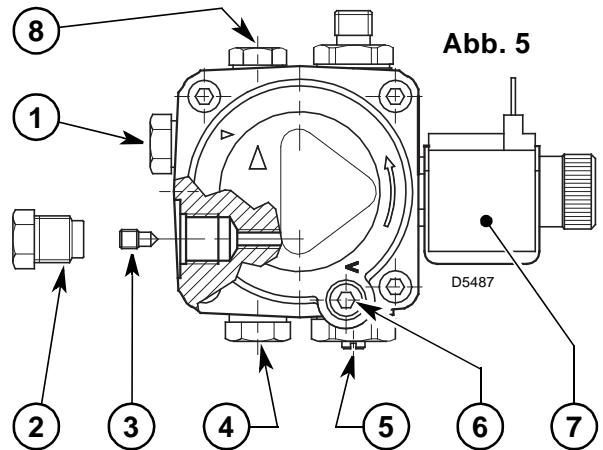
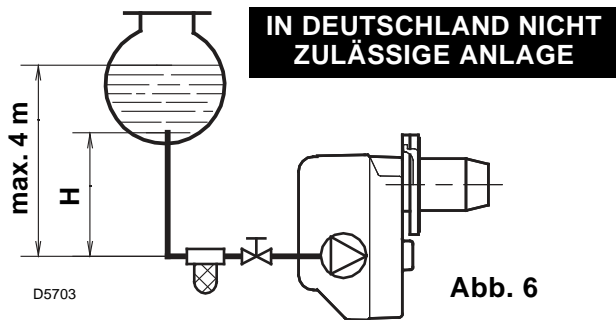

Abb. 5
Abb. 6
- Die Pumpe ist werksseitig für den Zweirohr-Betrieb eingerichtet. Wird ein Pumpen-Einrohrbetrieb für notwendig erachtet, so ist der Rücklauf-Schlauchleitungsstopfen (2) zu lösen und die By-Pass Schraube (3) zu entfernen. Danach ist der Rücklauf-Schlauchleitungsstopfen wieder einzuschrauben. (Siehe Abb. 5).
Bei der in Abb. 6 dargestellten Anlage ist es ausreichend, wenn man den Vakuummeteranschluß (5, Abb. 5) lockert und das Austreten des Brennstoffes abwartet.
Veränderungen werden mit Hilfe der Schraube (4, Abb. 5, Seite 4) vorgenommen.